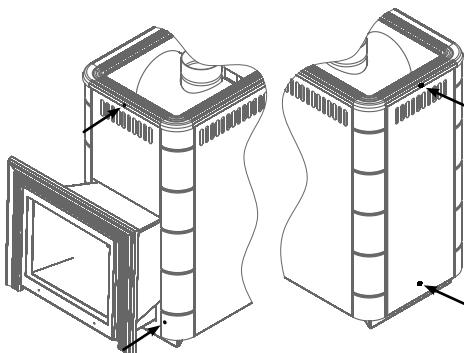

Рисунок 6. Винты для демонтажа конвектора печи «Ангара»
- 1) вывернуть винты, крепящие конвектор (5 шт. см. рисунок 6);